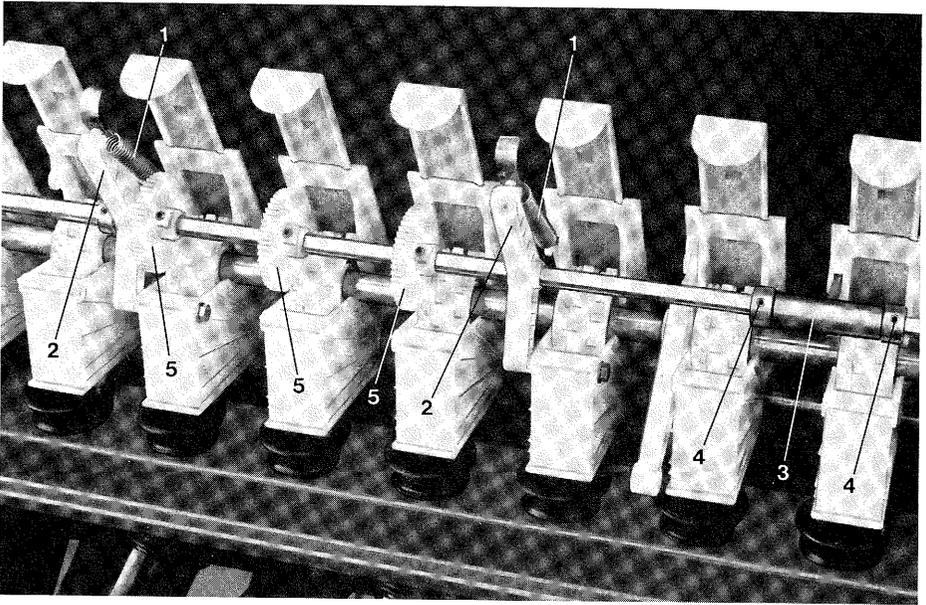
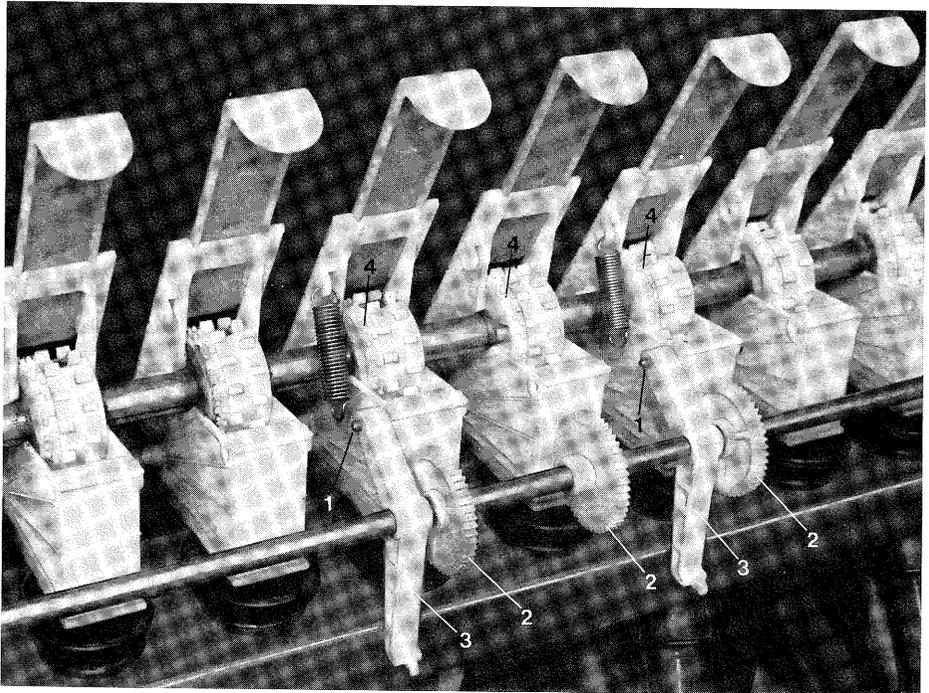

Fig. 109
Fig. 110
- Décrocher les ressorts (fig. 109/1) entre les carters de distribution et les biellettes de maintien (fig. 109/2) puis basculer vers l'arrière l'arbre d'entraînement (fig. 110).
- Un guide tubulaire (fig. 109/3) assurant le maintien axial de l'arbre est logé dans un évidement d'un carter de distribution. En basculant l'arbre, ce support est retiré de son logement et doit être remis, après montage, dans son logement ou dans un évidement du carter de distribution voisin. Le guide tubulaire (fig. 109/3) est calé axialement sur l'arbre au moyen de bagues (fig. 109/4).
- Desserrer les vis 6 pans (fig. 110/1) qui fixent, à droite et à gauche, les biellettes de maintien auprès des carters de distribution.
- Déplacer sur l'axe d'entraînement les biellettes de maintien (fig. 110/3) et les pignons (fig. 110/2).
- Desserrer les vis d'entraînement (fig. 110/4) des roues distributrices correspondant à la nouvelle voie jalonnée, jusqu'à ce qu'elles tournent librement sur l'arbre de distribution.
- Fixer à droite et à gauche les biellettes de maintien (fig. 110/3) contre les carters de distribution et accrocher les ressorts aux biellettes et aux carters.
Procéder au montage des pignons (fig. 109/5) selon le paragraphe 24.2. L'arbre du jalonneur ne doit être pourvu qu'avec les pignons d'entraînement sur le côté droit du semoir. Les pignons doivent être montés sur l'arbre du jalonneur, de manière à ce que l'intervalle des roues distributrices qui ne sèment pas, mesuré depuis le côté extérieur droit du semoir, corresponde à la moitié de l'écartement de la voie non ensemencée. Pour les jalonnages de pré-lévé, démonter le disque traceur gauche.